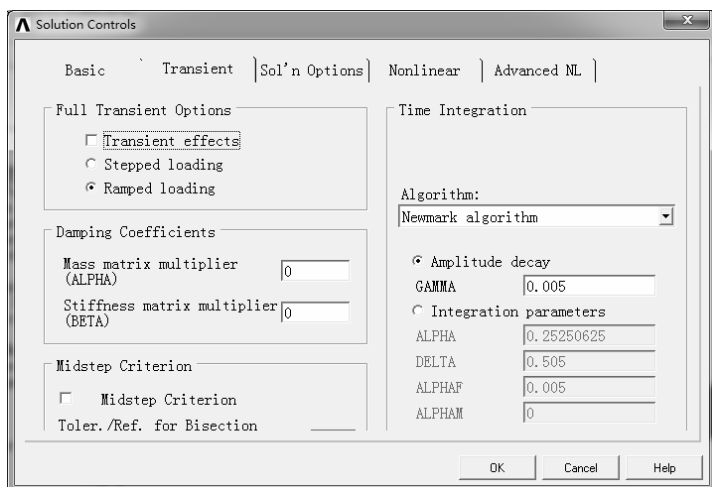

图 7-198 “Transient”选项卡
2) 单击 “Transient” 选项卡，选择 “Full Transient Options” 中的 “Ramped loading” 选项，如图 7-198 所示。单击 “OK” 按钮确认。